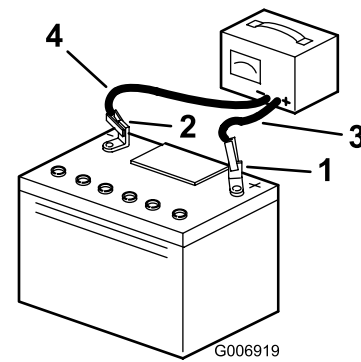

Bild 27
5. Schließen Sie die Kabel des Ladegeräts von den Batteriepolen ab (Bild 27).